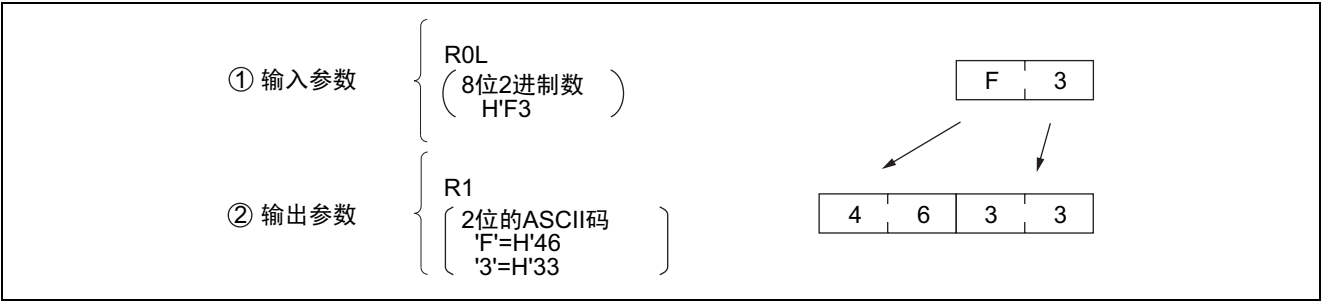

图 8-1 软件 COBYTE 的执行例子
- (1) 参数的详细内容如下：
- (2) 软件 COBYTE 的执行例子如图 8-1 所示。一旦如①设定输入参数，就如②设定将 8 位 2 进制数转换为 ASCII 码的数据。